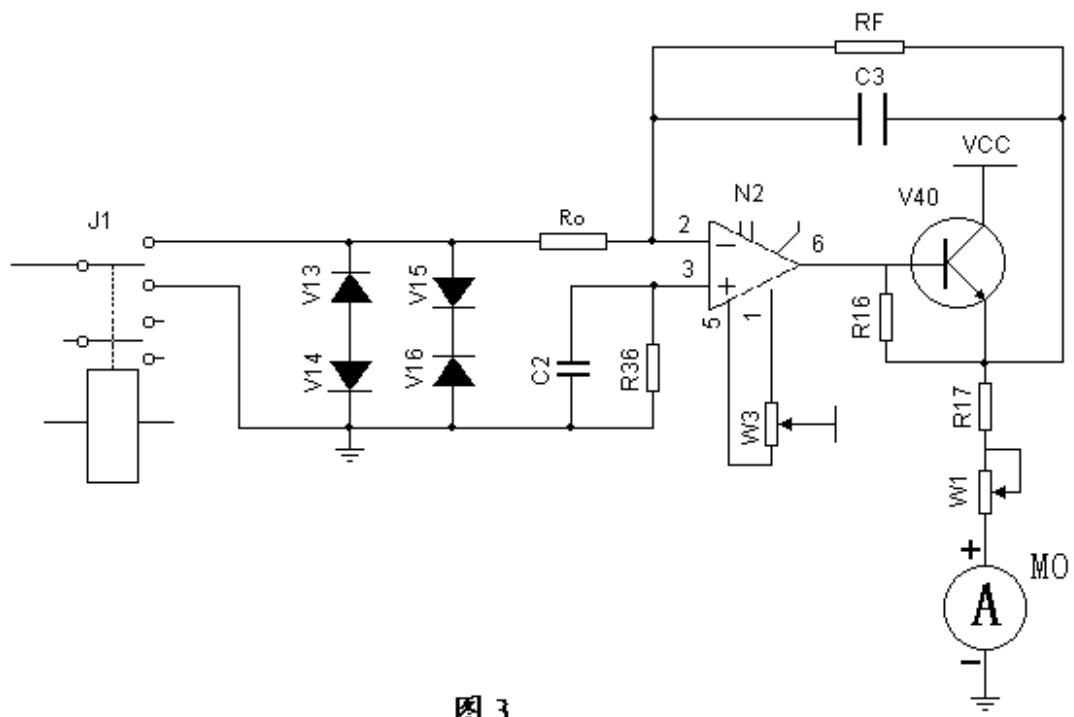

图 3
1、测量放大器：见图 3，由 N_2 、 V_{40} 、 R_0 、 R_f 组成 100 倍反相比例放大器。由于有较深的负反馈，漏电流表的读数有良好的线性和很小的零飘，所以仪器面板不设置调零。用户可在定期计量或检修时进行检查，必要时调整仪器内的电位器 W_3 、 W_1 予以满足。